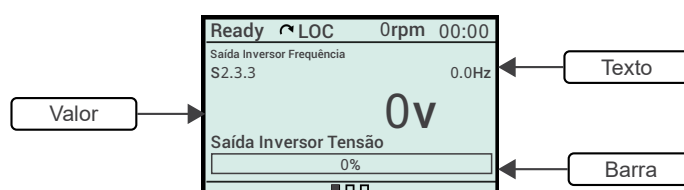

Figura 8.12: Visualização em linha
- **Linha:** É possível exibir uma variável de leitura no formato **texto**, **valor** ou **barra**. A Figura 8.12 na página 8-5 apresenta um exemplo com os 3 formatos.